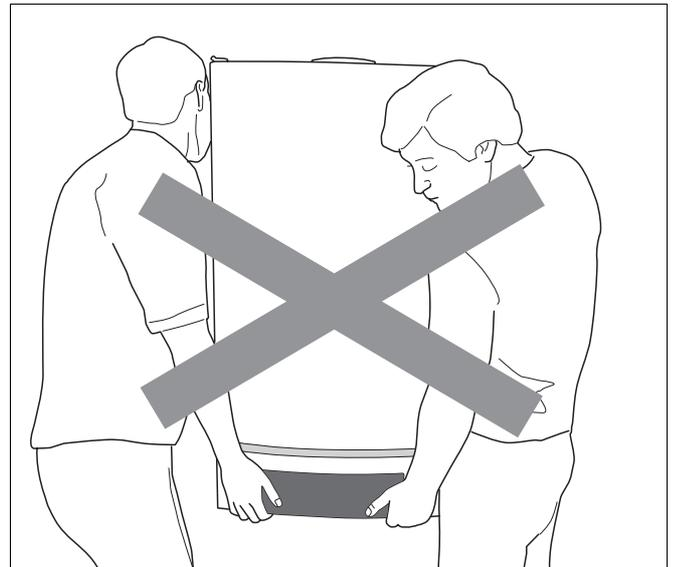

Fig. 3 *Modo sbagliato di sollevare e trasportare la caldaia*
- Non sollevare e trasportare la caldaia aggrappandosi allo sportello di copertura del pannello di servizio (fig. 3).
- Non sollevare e trasportare la caldaia aggrappandosi allo sportello di copertura del pannello di servizio (fig. 3, pagina 13).